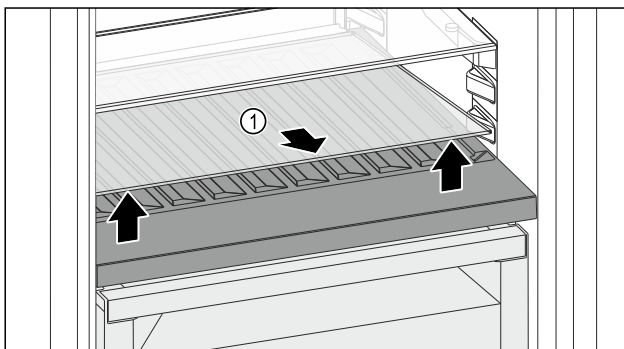

Fig. 114
- Nosta lasilevyä Fig. 114 (1) edessä olevasta syvennyksestä ja ota ulos.
- Säilytä lasilevyä Fig. 114 (1) turvassa laitteen ulkopuolella.